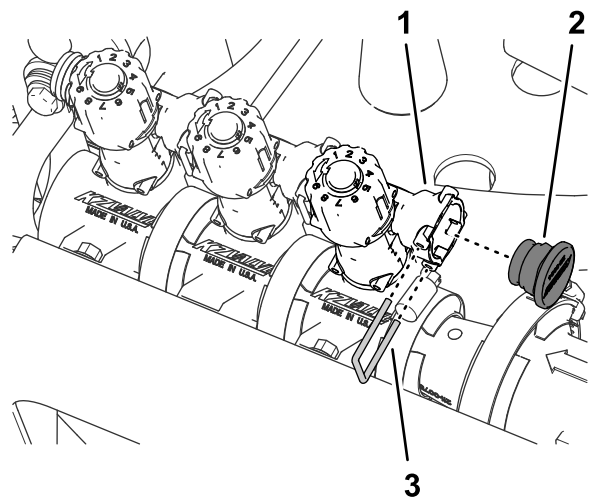

Bild 67
8. Setzen Sie den Stöpsel in die Schnellanschlussbuchse des Sicherheitsventils (Bild 67).
9. Befestigen Sie den Stöpsel mit dem Halter, den Sie in Schritt 3 entfernt haben, an der Schnellanschlussbuchse (Bild 67).